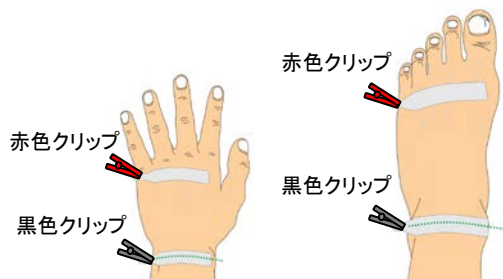

図 4. クリップ配置図(手側) 図 5. クリップ配置図(足側)
- (3) 手足共に電極接続ケーブルの赤色クリップを遠位電極に、黒色クリップを近位電極に接続して下さい。(図 4 及び 5 参照)